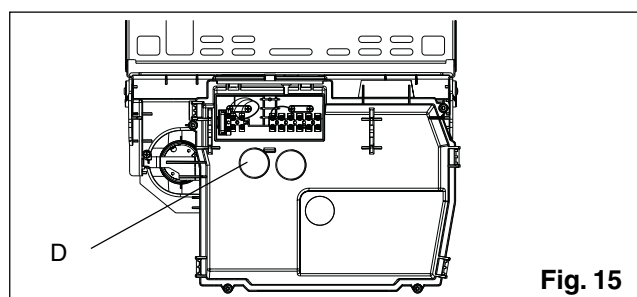

Fig. 15
- quitar el tapón **D** (fig. 15)
- volver a colocar el tapón **D** (fig. 15)